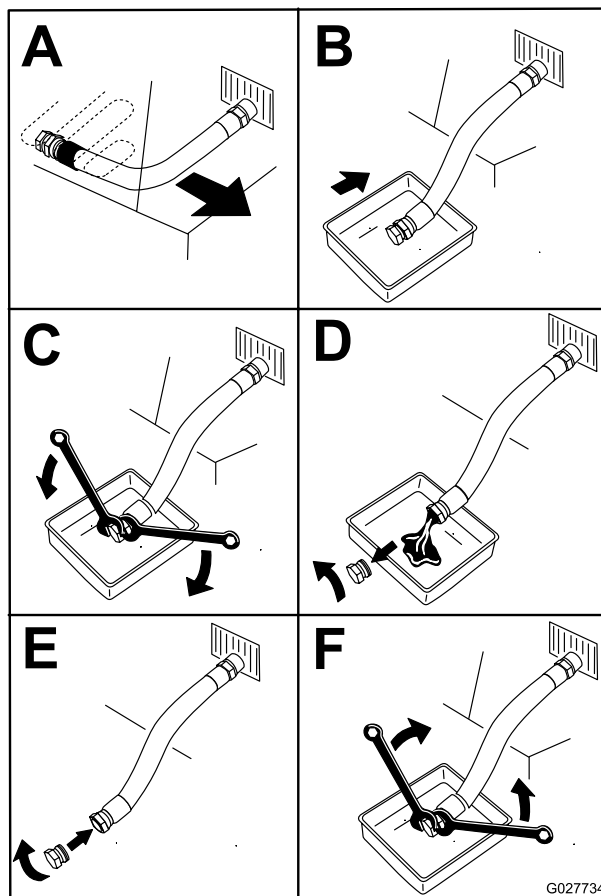

Figure 55
5. Vidangez l'huile moteur (Figure 55).